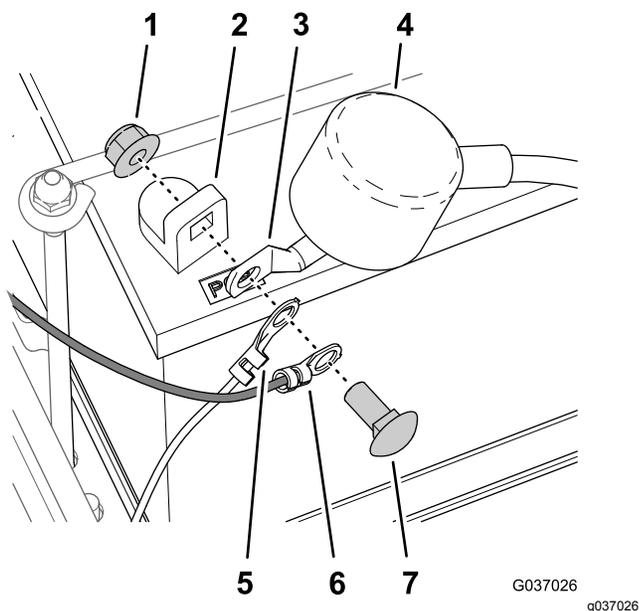

図 13
1. 車両のワイヤハーネスのリング端子、キットのワイヤハーネスのリング端子、バッテリーのプラスケーブル端子を、バッテリーのプラス端子に取り付ける **図 13**。
3. バッテリーのプラス端子に赤いカバーを取り付ける **図 13**。